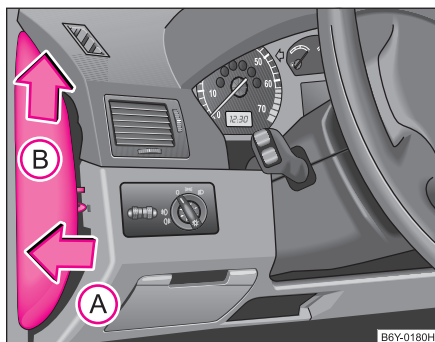

Fig. 167 Lado izquierdo del cuadro de instrumentos: Cubierta de fusibles
- Aplique el destornillador debajo de la cubierta de fusibles (en el recorte de la cubierta), apalánquela con cuidado en el sentido de la flecha (A) y sáquela en sentido contrario al de la flecha (B) ⇒ fig. 167.
- Deslice la cubierta de fusibles primero en el cuadro de instrumentos en el sentido de la flecha (B) y, a continuación, presione la cubierta de tal modo en sentido contrario al de la flecha (A), que encastran las pestañas de guía en las aberturas del cuadro de instrumentos.